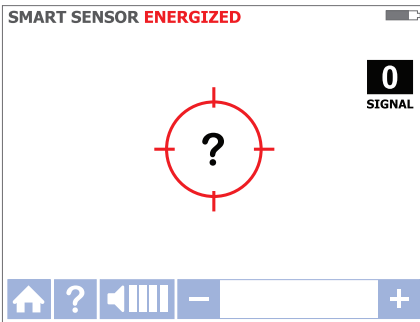

Abbildung 3.1c
3. Halten Sie den Empfänger so, dass der SMART-SENSOR an der Rückseite des Gerätes auf den Zielbereich zeigt. Wenn ein „?“ in einem roten Fadenkreuz blinkt, wurde kein Signal erkannt. Bringen Sie den SMART-SENSOR näher an den Zielbereich, bis das Signal erkannt wird und Sie einen Richtungspfeil sehen. Falls kein Signal erkannt werden sollte, erhöhen Sie die Empfindlichkeit mit der „+“-Taste am Empfänger. (siehe Abbildung 3.1c)\*